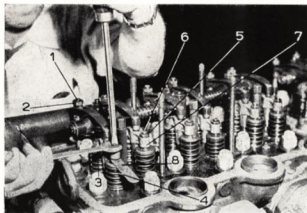

Fig. 2.7. - Ajuste de las válvulas
2.9 REGULACIÓN DEL JUEGO DE LAS VALVULAS (fig. 2.7)